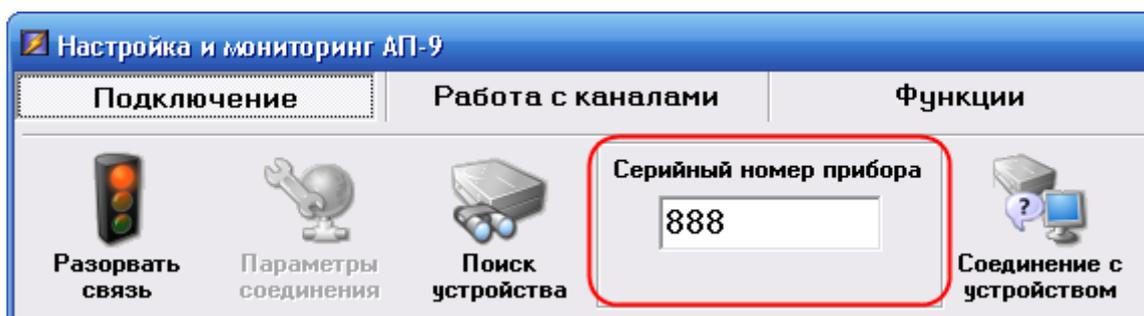

Рисунок 2. Окно ввода серийного номера АП-9
- для автоматического определения серийного номера АП-9 нажать кнопку «Поиск устройства»; если адрес известен, то ввести его в окно «Серийный номер прибора» (Рисунок 2);